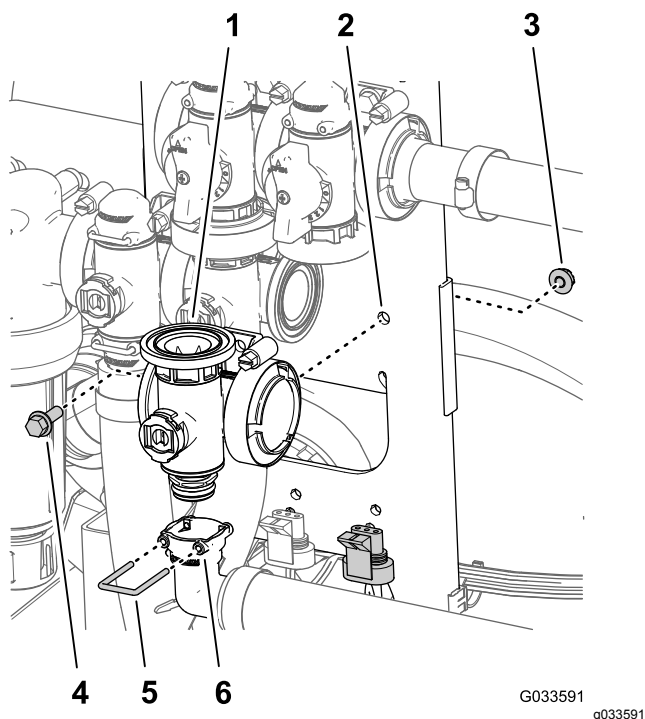

Figura 130
5. Allineate la presa del raccordo di uscita a 90° sul raccordo del connettore nella parte inferiore del collettore per la valvola principale delle barre (Figura 130).
6. Fissate il raccordo del connettore del raccordo di uscita inserendo un fermo nella presa del raccordo di uscita (Figura 130).